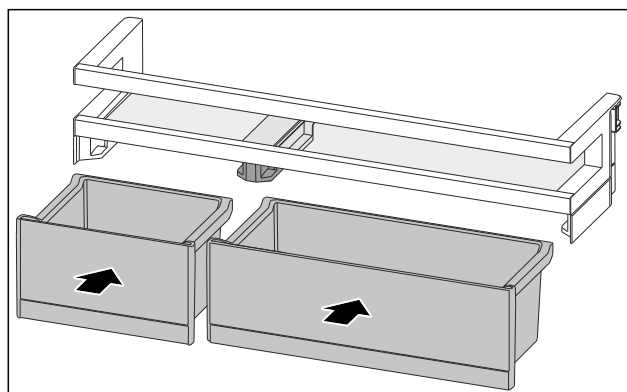

Fig. 188
- ▶ VarioBoxen in getauschter Anordnung einsetzen. (siehe Fig. 188)